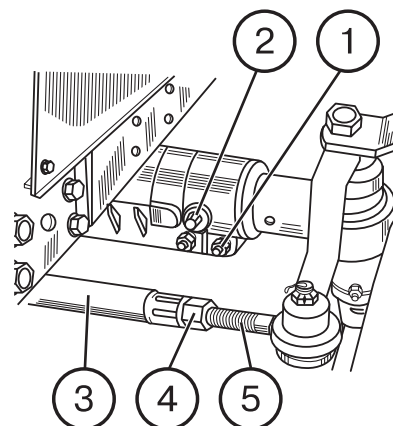

Рис.16.
**Колея передних колес тракторов Беларус 80.1/80.2** регулируется с интервалами 100 мм при симметричном и 50 мм при несимметричном расположении колес. Для установки требуемой колеи направляющих колес выполните следующие операции (рис. 16):
- б) ослабьте болты (1), выньте пальцы (2) крепления выдвижных кулаков в трубе передней оси;
- в) передвиньте вначале один, а затем другой выдвижной кулак (одновременно изменяйте длину рулевых тяг, вращая трубы (3) в наконечниках (5), предварительно отвернув контргайки (4)) на величину, соответствующую устанавливаемой колее, после чего закрепите кулаки в трубе передней оси;